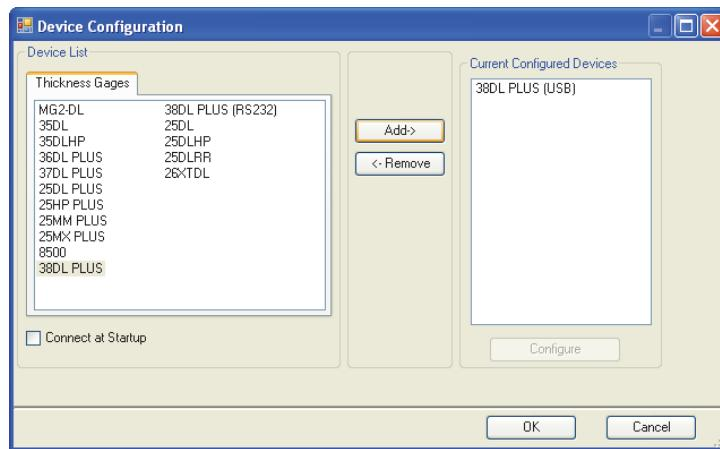

图 14-10 设备配置对话框
- b) 在 **Device Configuration** (设备配置) 对话框中 (参见第 260 页的图 14-10):
- (1) 在 **Device List** (设备列表) 中, 选择 39DL PLUS, 然后点击 **Add** (添加)。